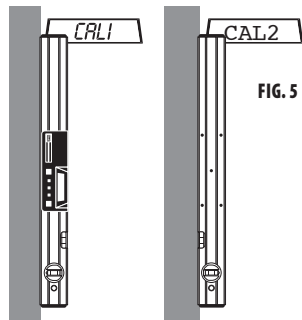

FIG. 5
Step 6: Turn SMARTTOOL™ with the display facing away from you, along its long axis (the plumb vial is still at the bottom, but the level vial is now against the flat vertical surface.) Wait 10 seconds. Push the CALIBRATE button for 2 seconds until CAL2 appears on the display. (see fig. 5)
Paso 6: voltee el medidor de nivel sobre su eje vertical para que el visualizador digital quede alejado de usted, (con la ampolla de plomada aún hacia abajo, pero con la ampolla de nivel contra la superficie vertical plana). Espere 10 segundos. Presione el botón CALIBRADOR por 2 segundos hasta que en el visualizador digital aparezca CAL 2 (vea la Fig. 5)